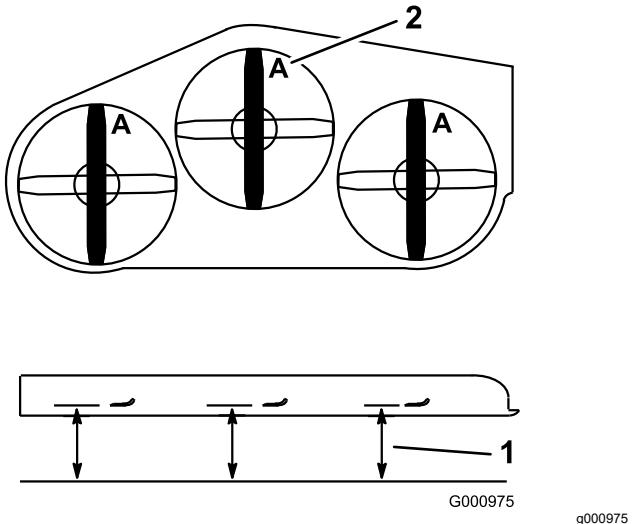

Figure 101
4. Au point A, mesurez l'écart entre la surface plane et le bord coupant de la pointe des lames (Figure 101).